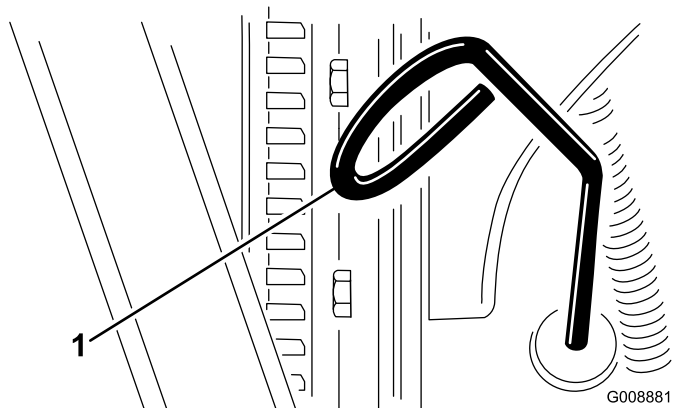

Bild 47
3. Nehmen Sie den Peilstab heraus und wischen Sie ihn ab. Stecken Sie ihn dann ein (Bild 47).